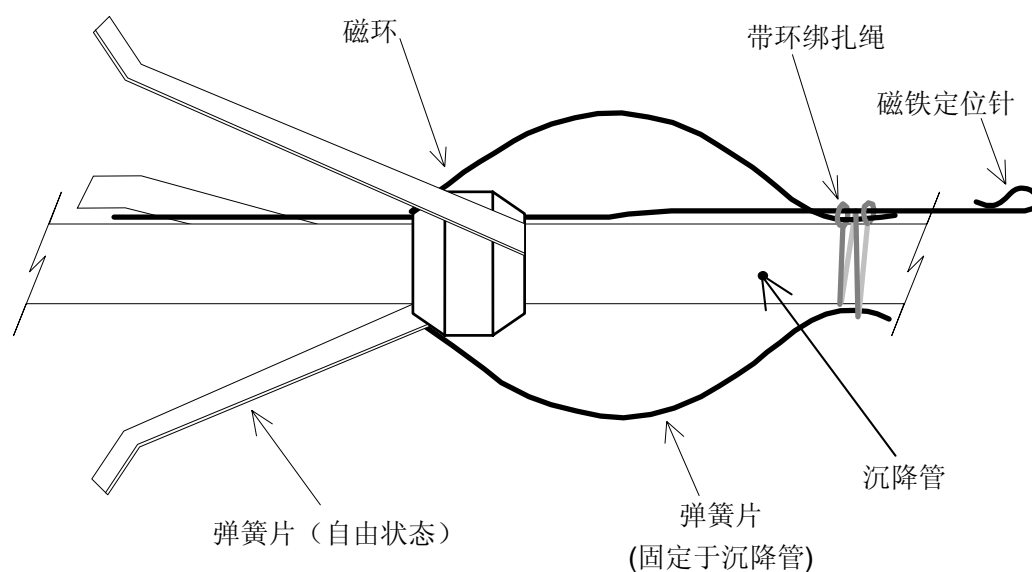

图 2 - 锚固组件一定位弹簧片
- 3) 选择测管上的较远部分，嵌入伸缩接头。沿着测管将星型（三爪）磁铁定位于要求的位置，星型（三爪）磁铁系于测管的位置如图 2 所示。